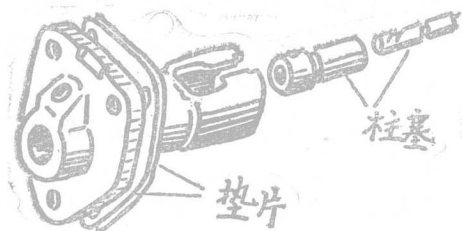

图8 更换柱塞副，要重新调整供油时间
(7)更换零件后，没有进行必要的调整。柴油机很多零部件的工作关系是可调的，更换零部件后，往往都要调整到最佳工作状态。如果只换不调，往往会引起故障。例如更换油泵柱塞副后，要重新检查油泵的供油时间。由于更换新柱塞副后，供油时刻都会变化，容易发生供油过早或过晚的故障（见图8）。